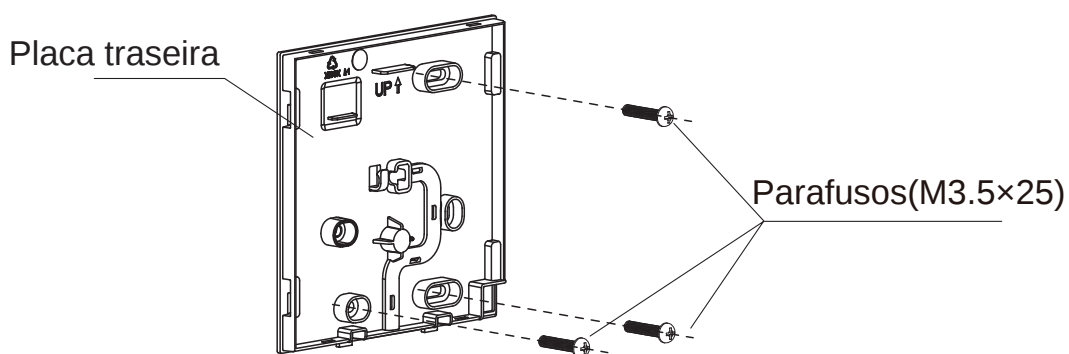

Fig 3-3
- Para montagem exposta, fixar a placa posterior na parede com os 3 parafusos (M3.5×25) e buchas. (Fig.3-3)